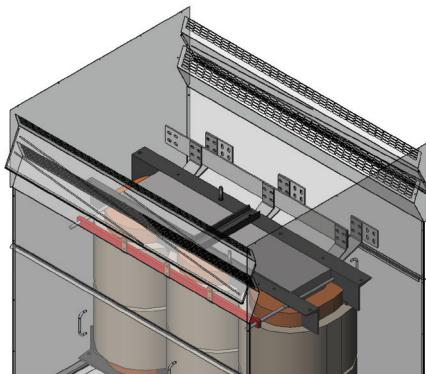
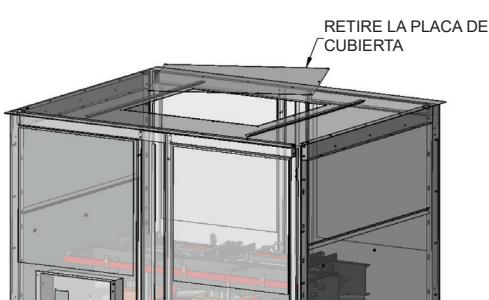

FIGURA 2
FIGURA 3
1. Retire el techo del gabinete tipo DH (ver figura 2) o levante la placa de cubierta del techo del gabinete de energía (ver figura 3).